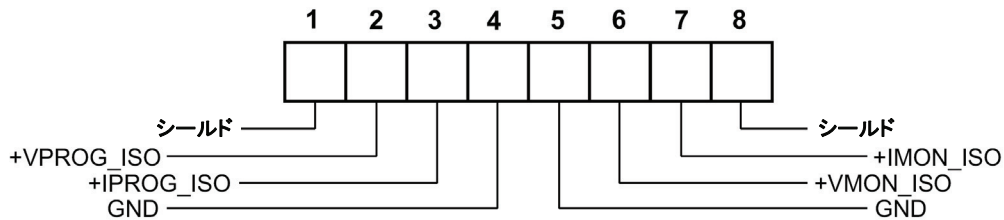

図 8-1 絶縁プログラミング・モニタリングコネクタ
- ◆ コネクタ端子については図 8-1 を参照してください。